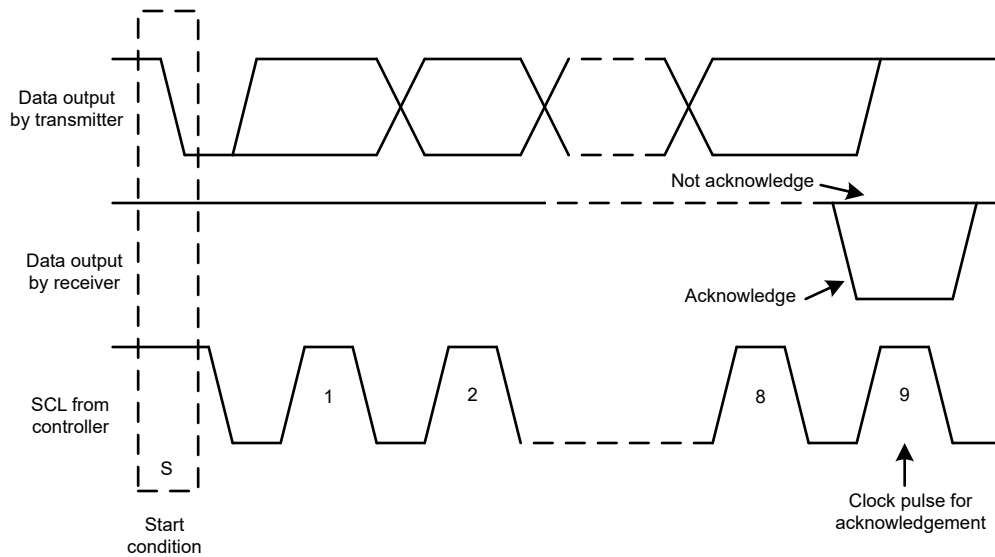
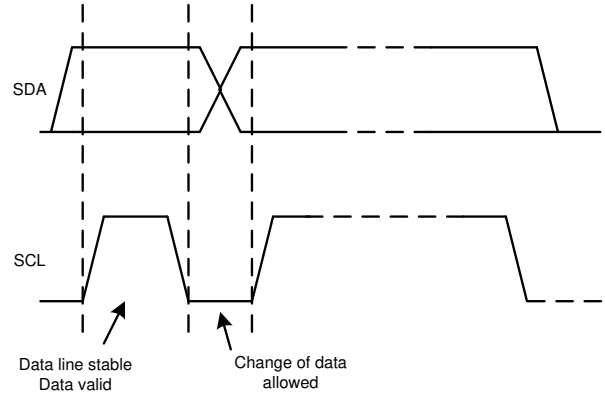

図 6-18. I²C バスにおけるアックノリッジとアックノリッジなし
図 6-20. I²C バスでのビット転送
指定のタイミング信号を除いて、I²C インターフェイスではシリアル バイトを扱います。各バイトの最後に、9 回目のクロック サイクルで確認応答信号が生成および検出されます。アクノリッジは、9 回目のクロック サイクルの High 期間中 SDA ラインを Low にすることで行われます。図 6-18 に示されているように、アクノリッジなしは、9 回目のクロック サイクルの High 期間中 SDA ラインを High のまま保持することで行われます。
2. 次に、コントローラは SCL パルスを生成し、7 ビットのアドレスと読み取り/書き込み方向ビット (R/W) を SDA ライン上で送信します。すべての送信中、コントローラはデータが有効であることを確認します。図 6-20 に示されているように、有効なデータ条件では、クロックパルスの High 期間全体にわたって SDA ラインが安定している必要があります。すべてのデバイスは、コントローラによって送信されたアドレスを認識して、そのアドレスをそれぞれの内部固定アドレスと比較します。一致するアドレスを持つターゲット デバイスだけが、9 番目の SCL サイクルの High 期間全体にわたって SDA ラインを Low にすることで、アックノリッジ (受信確認) を生成します (図 6-18 も参照)。コントローラがこのアックノリッジを検出すると、ターゲットとの通信リンクが確立されます。